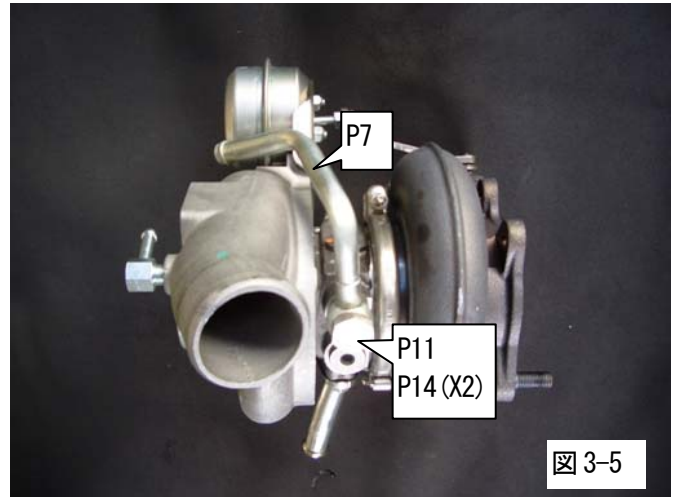

図 3-5
(9) ターボチャージャー Assy にバンジョウNo.2 と純正水冷配管ホースを取付けてください。(図 3-5)